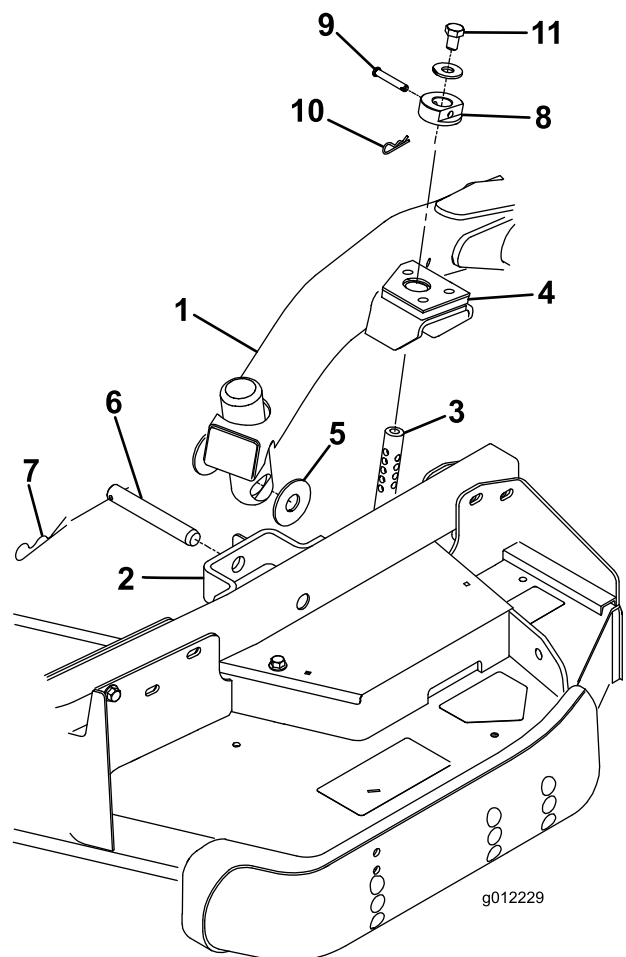

Figura 28
4. Desloque a alavanca de elevação para a posição Suspensa. Empurre um braço de elevação para baixo até que os furos no braço fiquem alinhados com os furos do suporte do braço da roda giratória e a haste de altura de corte possa ser inserida nas pastilhas do braço de elevação (Figura 28).
5. Prenda o braço de elevação ao braço da roda giratória com (2) anilhas de encosto, um passador de forquilha e um pino de gancho. Posicione as anilhas de encosto entre o braço de elevação e o suporte do braço da roda giratória (Figura 28). Insira a extremidade do gancho na ranhura da patilha do braço da roda giratória para fixar o contrapino.
9. Instale o anel da altura de corte nas varetas da altura de corte e prenda os passadores de forquilha e pernos do gancho (Figura 28). A cabeça do passador
10. Instale um parafuso de 1/2 x 3/4 pol. e uma anilha na parte superior de cada vareta da altura de corte (Figura 28).